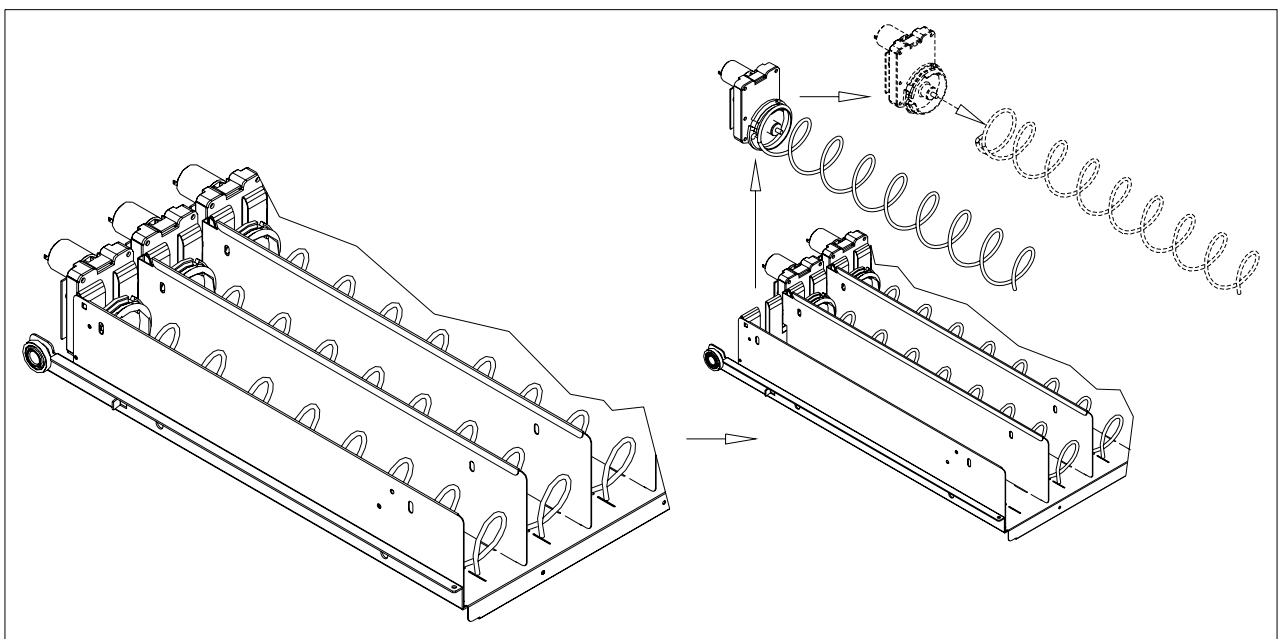

Abb. 7
9.2 ERSATZ SPIRALEN UND AUSSTOßMOTOR (Abb. 7)